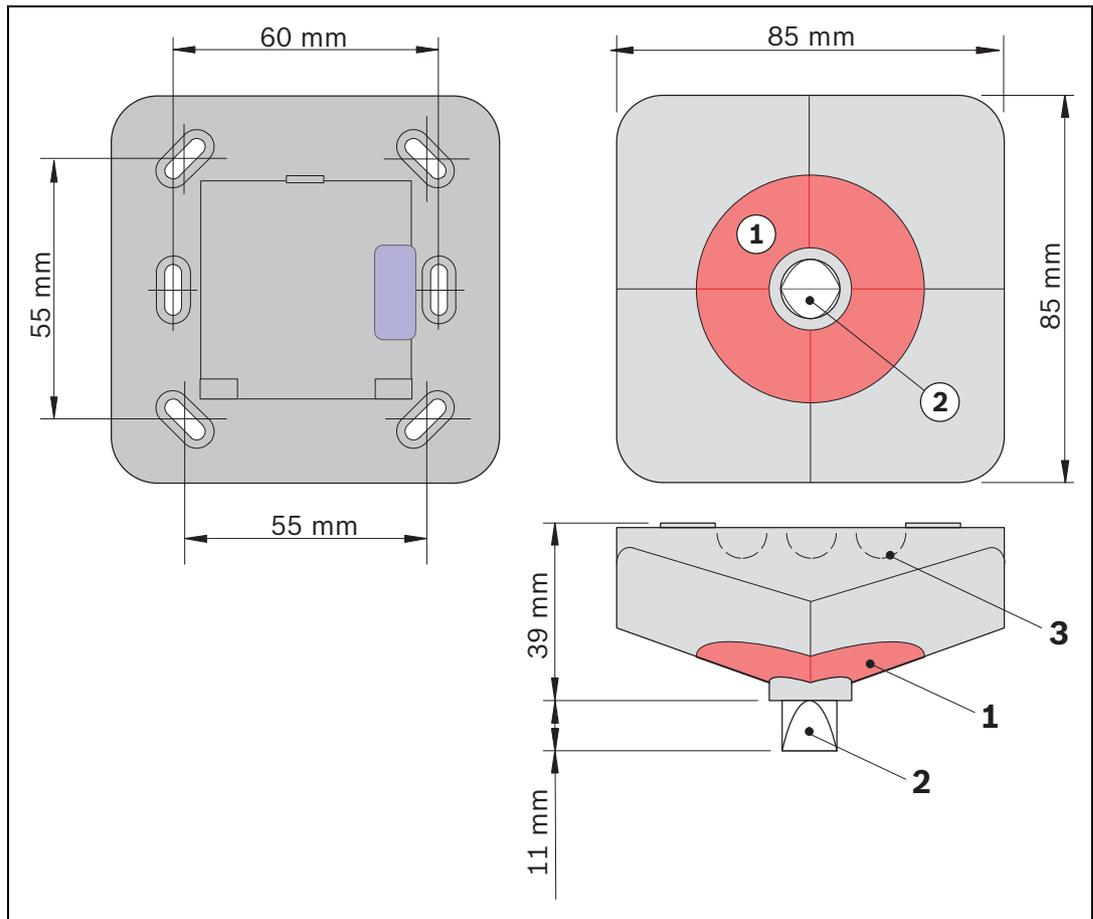

Figura 3.16 Indicación paralela de detector MPA, dimensiones
De acuerdo con las directivas VdS, la indicación paralela de detector debe instalarse de forma que el lado plano del prisma (consulte la *Figura 3.16 (2)*) se muestre hacia el campo de visión del observador.
Para la entrada de cables en montajes de superficie, abra los puntos de entrada de cables preparados (consulte la *Figura 3.16. (3)*) en la carcasa. Para la entrada de cables en montajes empotrados, páselos a través de la apertura situada bajo la placa de conexión.